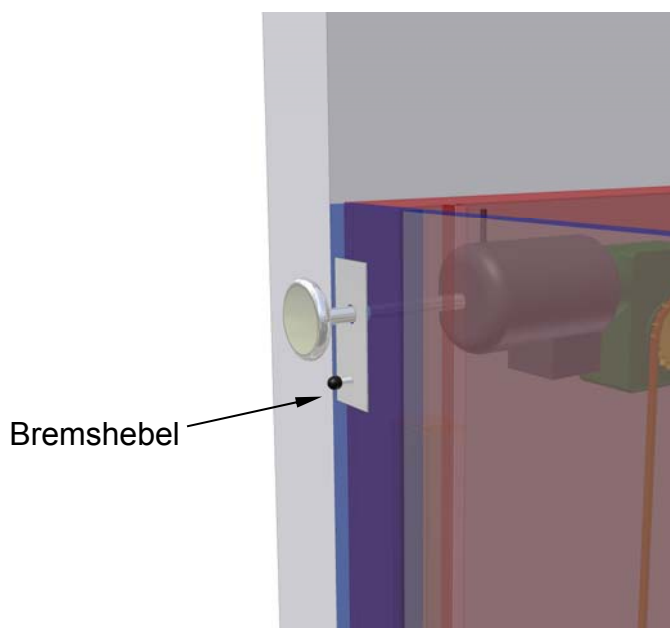

Abb. 2
3. Bremse durch Ziehen oder Drücken am Bremsenhebel lösen (unter der Öffnung für das Handrad lt. Abb. 2 am Ende dieses Abschnittes).